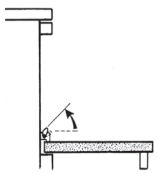

Bild 29
- Backrohtür ganz öffnen, Klipps an den Türscharnieren nach vorne klappen (Bild 29).